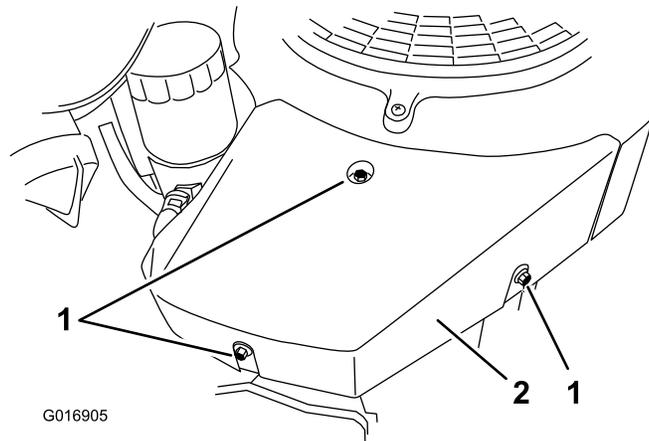

Figura 72
3. Retire la cubierta de la derecha retirando el tornillo de montaje superior y aflojando los dos tornillos laterales (Figura 72).